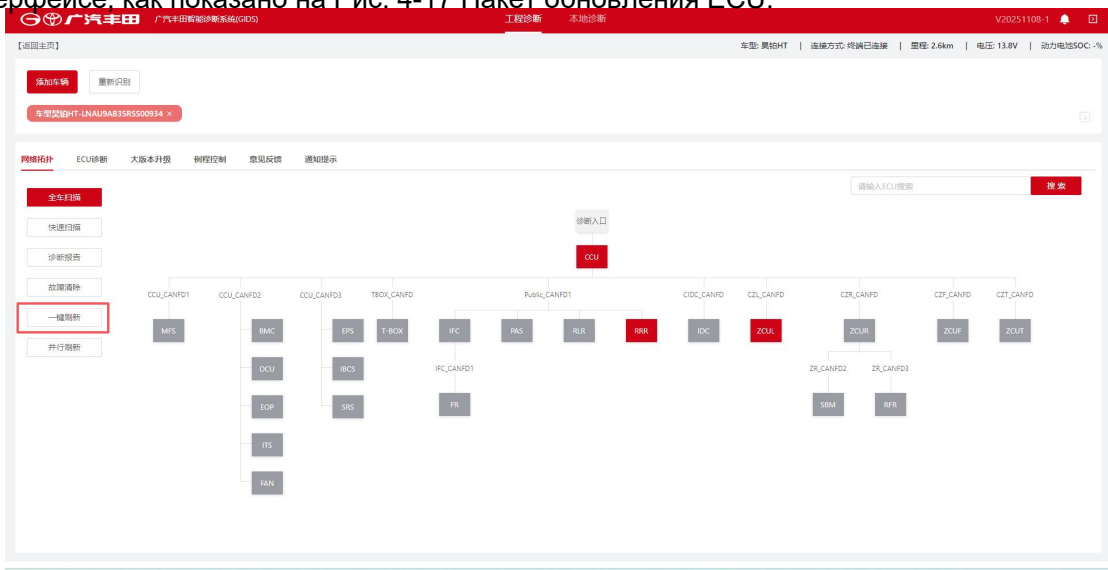
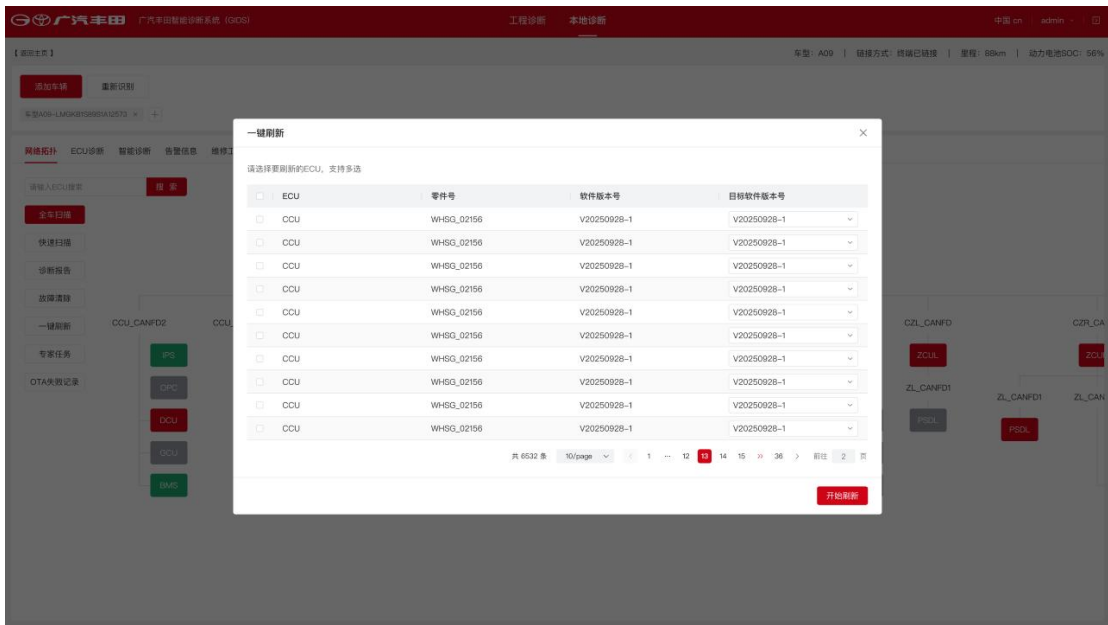

Рис. 4-16 Кнопка обновления в один клик
Рис. 4-17 Пакет обновления ECU
1. После нажатия «Обновление в один клик», как показано на Рис. 4-16 Кнопка обновления в один клик, GIDS сначала получает пакет обновления ECU из облака. Если версия ПО ECU автомобиля ниже последней облачной версии, это отображается на интерфейсе, как показано на Рис. 4-17 Пакет обновления ECU.